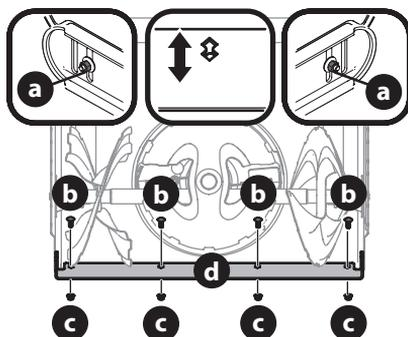

Figure 53
3. Desserrez les écrous (a) des patins arrière des deux côtés de la souffleuse et retirez les boulons de carrosserie (b) et les écrous hexagonaux (c) qui fixent la lame de raclage (d) au boîtier des tarières. Voir Figure 53.
4. Placez la lame de raclage dans une des deux positions de montage. Remplacez les boulons de carrosserie, les écrous et la quincaillerie des patins retirés à l'étape 3 et serrez-les bien. Voir Figure 53.